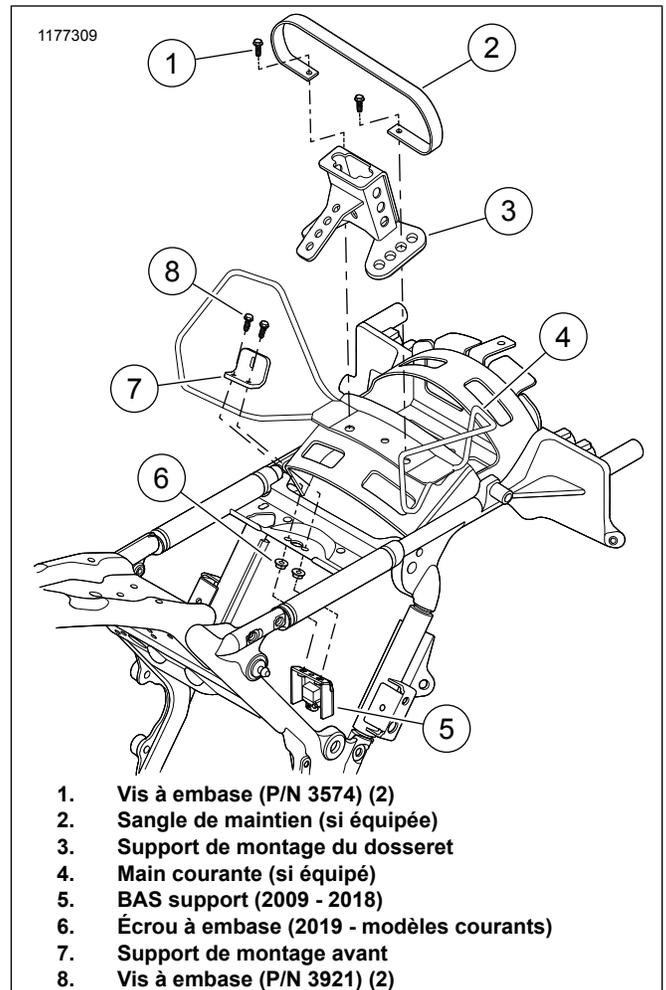

Figure 3. Installation de la base de montage du dossieret
1. Voir la Figure 3. Installez le support de montage avant (7).
- a. **Modèles 2009 à 2018** : En maintenant le support du BAS en place, installez le support de montage avant (7) à l'aide des vis à embase (8). Serrer.